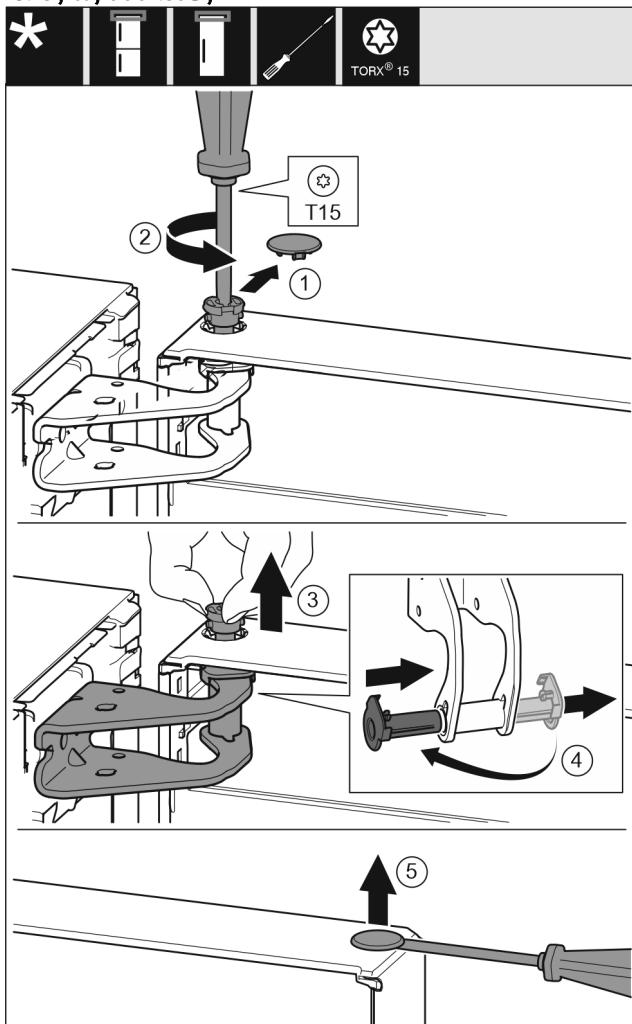

Fig. 6
- Τραβήξτε προσεκτικά το κάλυμμα ασφάλισης. Fig. 6 (1)
- Ξεβιδώστε λίγο τον πείρο με κατσαβίδι T15. Fig. 6 (2)
- Συγκρατήστε την πόρτα και τραβήξτε έξω τον πείρο με τα δάκτυλα. Fig. 6 (3)
- Τραβήξτε το κουζινέτο από τον οδηγό. Τοποθετήστε το στην άλλη πλευρά και κουμπώστε το. Fig. 6 (4)
- Ανασηκώστε προσεκτικά και τραβήξτε έξω την τάπα από το κουζινέτο της πόρτας με ένα ίσιο κατσαβίδι. Fig. 6 (5)